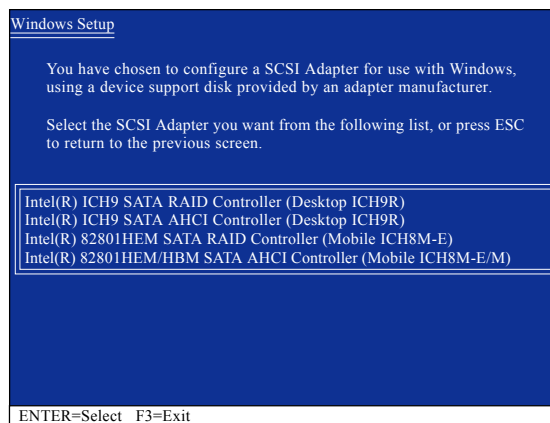

図 3
セットアップがフロッピーディスクの Intel ICH9R SATA RAID/AHCI ドライバを正しく識別したら、以下の図 3 のようなコントローラメニューが表示されます。矢印キーを使用して、表示されたアイテムを 1 つ選択し、<Enter> を押します。BIOS セットアップの SATA RAID/AHCI Mode アイテムを RAID モードに設定したら、Intel(R) ICH9 SATA RAID Controller (Desktop ICH9R) を選択します。(AHCI モードの場合、Intel(R) ICH9 SATA AHCI Controller (Desktop ICH9R) を選択します)。